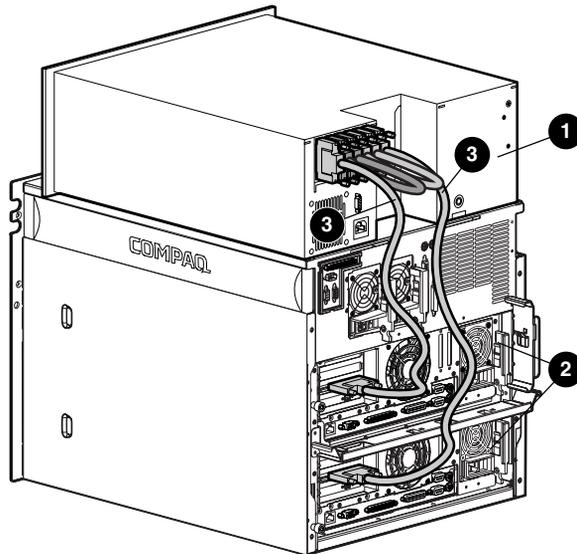

Figura 2. Conexión de los cables a los servidores
3. Conecte los cables a cada uno de los nodos servidores como se muestra en la Figura 2.
1. Conecte los cables a los controladores SCSI -2 Wide-Ultra con Canal Dual de 64 bits existentes. (Consulte la Figura 2 para obtener un ejemplo).
NOTA: Su configuración actual puede ser ligeramente diferente de la que aparece en la Figura 2.